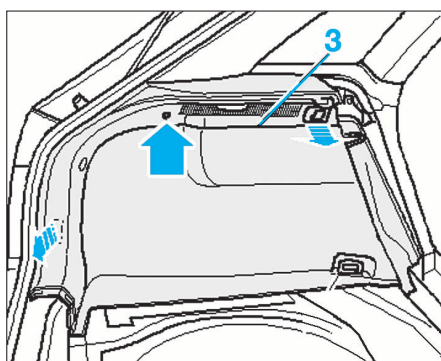

FIG. 88
- Dégrafer les garnitures des passages de roues arrière (3) en tirant vers le haut (Fig.88).